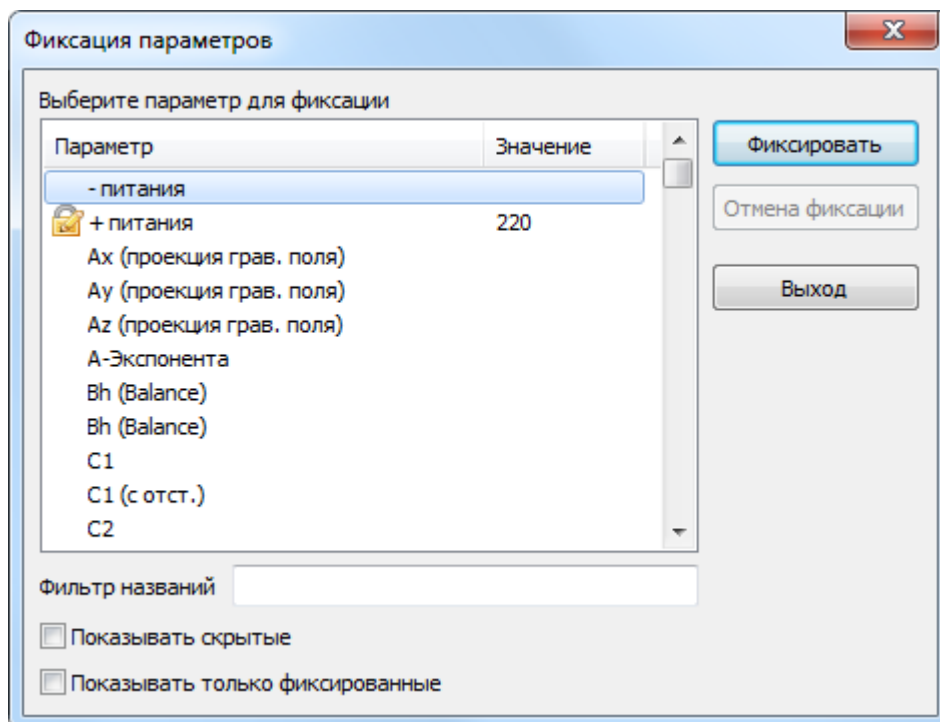

Рисунок 216. Фиксация параметров
- Выберите параметр в диалоге "Фиксация параметров" (Рис. 216) и нажмите кнопку **Отмена фиксации**.